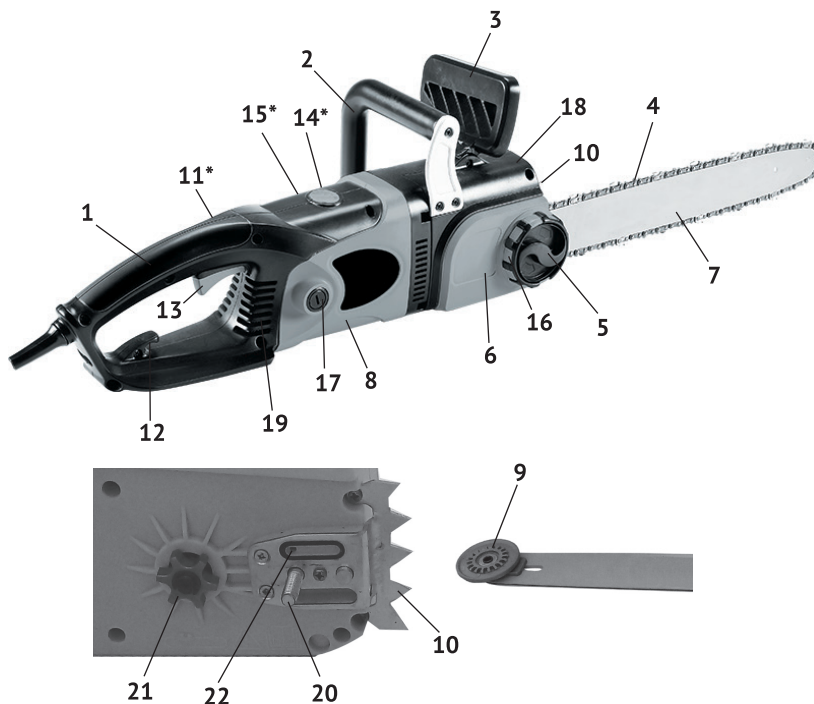

рис. 1
Привод цепи осуществляется однофазным коллекторным электродвигателем, расположенным продольно пильному аппарату. Рабочим органом пилы является пильный аппарат, состоящий из бесконечной (замкнутой) пильной цепи (рис.1 поз.4), бегущей по направляющей шине (рис.1 поз.7).
1.3 Включение пилы в работу осуществляется нажатием на клавишу выключателя (рис.1 поз.13). Выключатель имеет блокировку от случайного включения. Нажатием кнопки (рис.1 поз.11, слева на задней рукоятке), клавиша выключа-
теля разблокируется. После нажатия на клавишу выключателя (рис.1 поз.13), ведущая звёздочка приводит в движение пильную цепь. Отпущенная клавиша и кнопка блокировки (с характерным щелчком) возвращаются в исходное положение – «выключено».
Остановка цепи также осуществляется механическим тормозом двойного действия: вручную, нажав левой рукой на щиток тормоза (рис.1 поз.3) от себя, или при срабатывании автоматического инерционного привода (при отскоке, защемлении цепи).
Две рукоятки пилы – передняя (рис.1 поз.2) и задняя (рис.1 поз.6) оснащены устройством виброгашения.
2.4 Общий вид пилы представлен на рис.1
2.5 На задней рукоятке, состоящей из 2-х половин, скреплённых между собой, размещены органы управления пилой: клавиша выключателя (рис.1 поз.13) и кнопка блокировки (рис.1 поз.11) клавиши выключателя. Рукоятка крепится к пластиковому корпусу двигателя (рис.1 поз.8). Редуктор, тормоз цепи и система смазки расположены в пластиковом корпусе пилы (рис.1 поз.18). Крутящий момент с якоря электродвигателя конической шестернёй передаётся на шпиндель пилы. На шпинделе крепится ведущая звёздочка, преобразующая вращательное движение шпинделя в линейное движение цепи по направляющей шине. Цепь является основным рабочим инструментом пилы.
На правой половине корпуса находится крышка шины (рис.1 поз.6). Ручка крепления шины (рис.1 поз.5) фиксирует крышкой (рис.1 поз.6) направляющую шину (рис.1 поз.7) с пильной цепью (рис.1 поз.4) к крышке редуктора с ведущей звёздочкой.
На левой половине корпуса пилы расположены: крышка масляного бака (рис.1 поз.14) и окно контроля уровня масла (рис.1 поз.15).
Кольцом (рис.1 поз.16) осуществляется регулировка натяжения цепи.
Перед установкой шины убедитесь, что тормоз цепи не находится в сработавшем положении. В противном случае переместите рычаг (щиток) тормоза (рис.1 поз.3) к передней рукоятке (рис.1 поз.2).
- открутив ручку крепления (рис.1 поз.5) крышки шины (рис.1 поз.6), снять крышку шины;
- диск регулировки натяжения цепи (рис.1 поз.9) на шине (рис.1 поз.7), вращением против часовой стрелки перевести в крайнее положение, это соответствует минимальному натяжению цепи;
- установить диск шины на шпильку крепления (рис.1 поз.20);
- пильную цепь (рис.1 поз.4) наденьте на ведущую звёздочку (рис.1 поз.21).
- слегка натяните цепь вращением по часовой стрелке диска натяжения цепи (рис.1 поз.9);
- установите крышку шины и слегка затяните ручку крепления (рис.1 поз.5).
Регулировка натяжения цепи производится винтом (рис.1 поз.16) при ослабленной ручке крепления (рис.1 поз.5) крышки шины (рис.1 поз.6):
- отверните пробку маслобака (рис.1 поз.14);
- заполните бак маслом до верхней части окна (рис.1 поз.15), следите за тем, чтобы в бак не попала грязь);
её над светлой поверхностью таким образом, чтобы носок шины был направлен на эту поверхность на расстоянии 15-20 см. На поверхности появляются следы масла, если система смазки работает нормально. Если следы масла не появляются, необходимо прочистить выходное отверстие (рис.1 поз. 22) в корпусе редуктора.